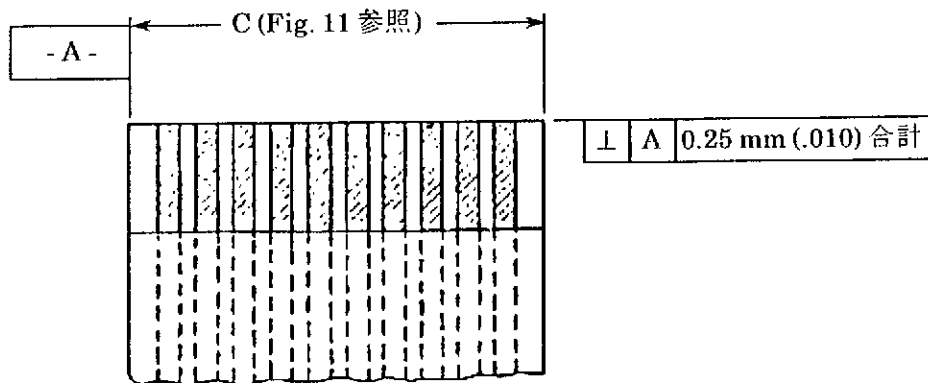

Fig. 2
- (1) 平導体ケーブル又は回路導体の末端切断の直角度は Fig. 2 により A 側線を基準としたとき全巾に対して 0.25 mm (.010") 以内の傾きは許容される。